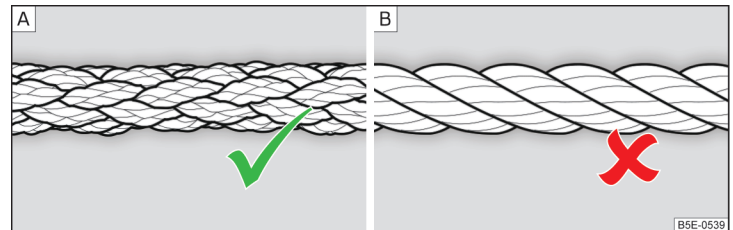

Abb. 258 Geflochtenes Abschleppseil / Gewundenes Abschleppseil
Zum Abschleppen mittels eines Abschleppseils nur ein geflochtenes Kunstfaserseil » Abb. 258 - A verwenden » I.
- Zum Abschleppen ist kein gewundenes Abschleppseil zu verwenden » Abb. 258 - B, die Abschleppöse könnte sich am Fahrzeug herausdrehen - es besteht Unfallgefahr.